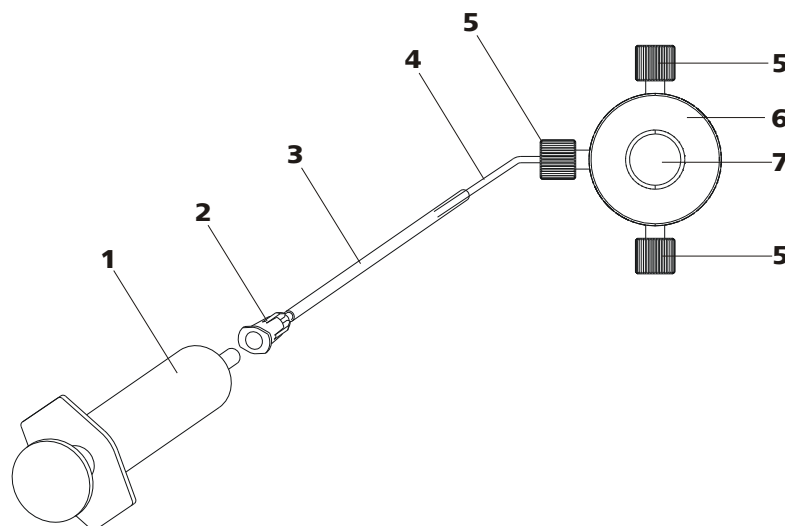

Figura 16 Purgar la bomba de alta presión
Purgue la bomba de alta presión como se indica a continuación (véase Figura 16, página 35):
- Inserte la jeringa (16-1) en el conector Luer (16-2) de la cánula de purga (véase Figura 16, página 35).